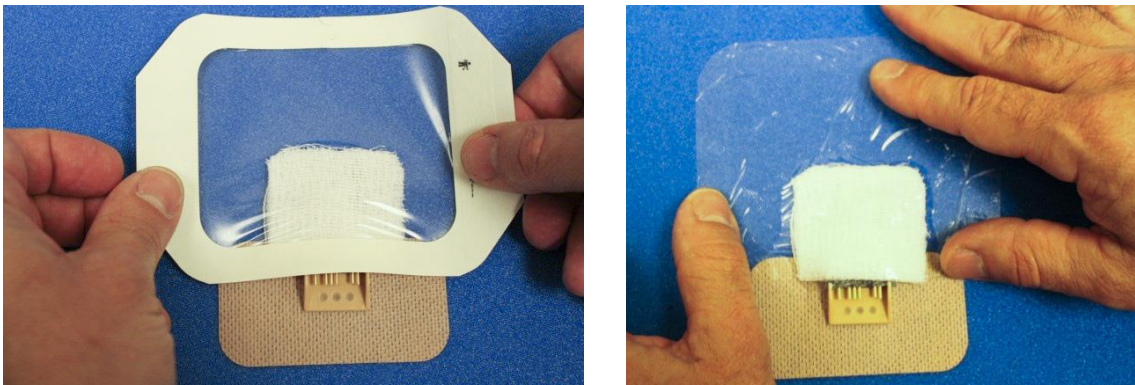

Figura 22
9. Coloque un apósito transparente sobre la gasa. (Tegaderm™ y Op-Site™ son ejemplos de apósitos transparentes) **NO cubra los pines de oro con el apósito transparente. (Figura 22).**